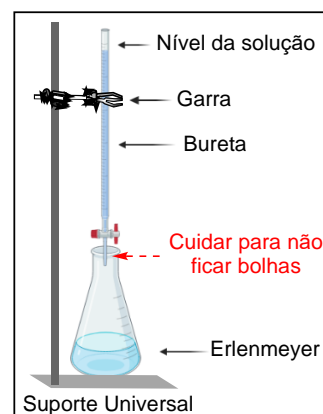

Figura 1. Montagem do sistema de titulação
- a) Monte uma bureta no suporte universal, utilizando uma garra para bureta, para fixá-la ao suporte, conforme representado na Figura 1.